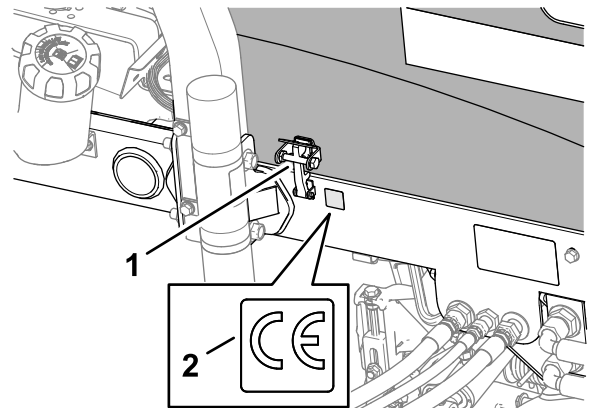

Figure 22
4. Retirez le film protecteur et apposez l'autocollant CE (réf. 133-8095) sur le cadre, comme montré à la Figure 22.